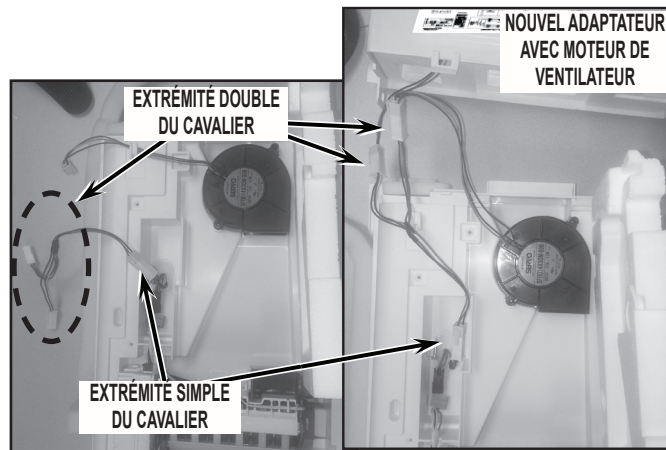

FIGURE 15
18. Débrancher le connecteur du ventilateur de la boîte à glace et raccorder l'extrémité « simple » du cavalier, fourni dans la trousse, à la boîte à glace. Raccorder l'extrémité « double » du cavalier au ventilateur de la boîte à glace et au nouvel adaptateur fourni dans la trousse. Voir *Figure 15*.